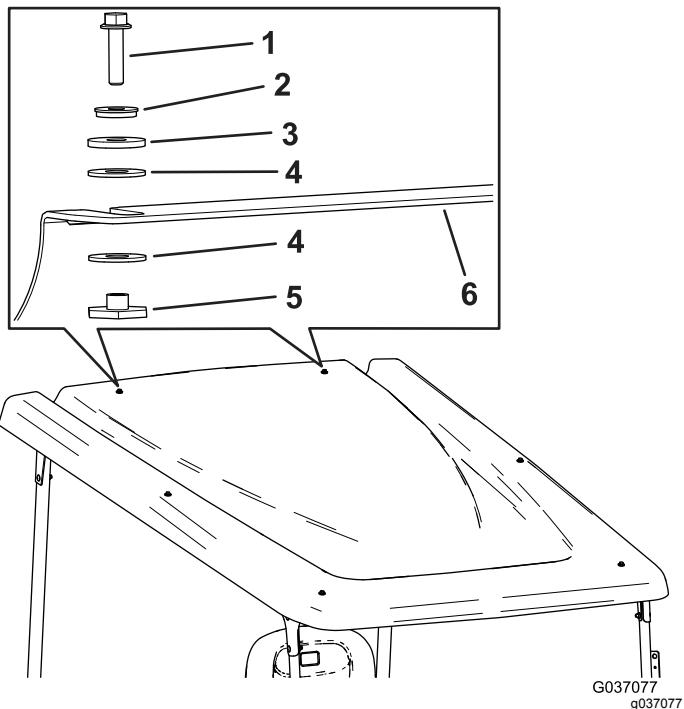

Figura 16
18. Instale o toldo na ligação cruzada traseira utilizando dois parafusos flangeados hexagonais ($\frac{1}{4}$ pol. x 1 pol.), duas anilhas vedantes, duas anilhas de fricção, quatro anilhas de plástico e dois casquinhos da flange (Figura 16).